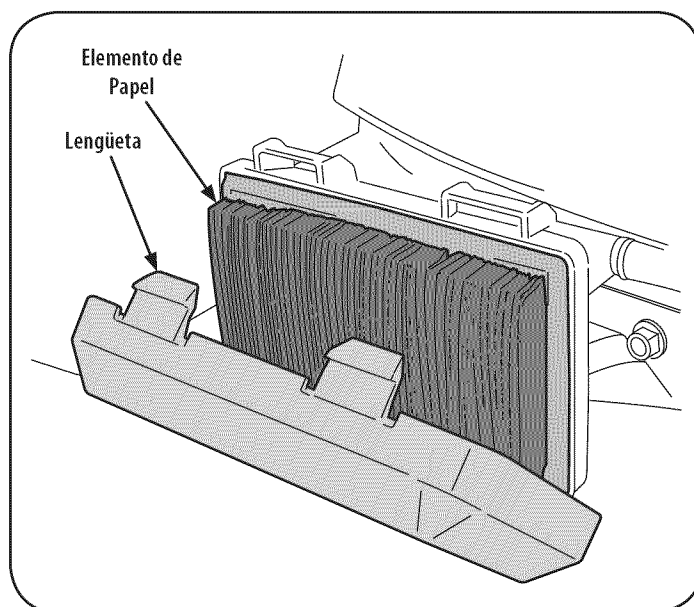

Figura 17
1. Presione las lengüetas de fijación de la cubierta del filtro de aire. Tire hacia atrás y retire la cubierta. Vea la Figura 17.